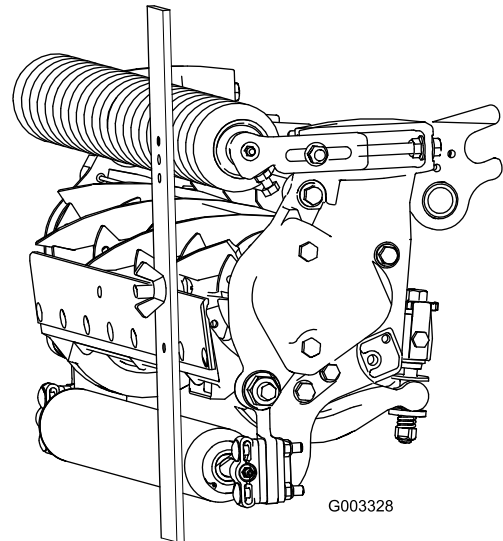

Figure 20
3. Accrochez la tête de la vis sur le bord tranchant de la contre-lame et appuyez l'arrière du gabarit contre le rouleau arrière (Figure 20).
4. Tournez la vis de réglage jusqu'à ce que le rouleau avant touche le gabarit (Figure 20). Réglez les deux extrémités du rouleau jusqu'à ce que celui-ci soit parfaitement parallèle à la contre-lame.